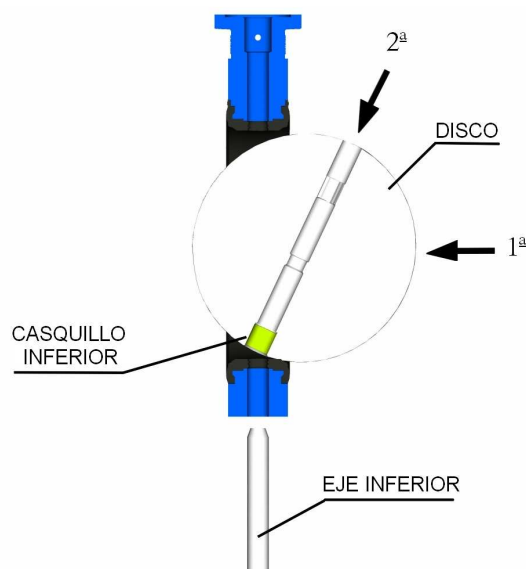

FIG.2
2.- Introducir el mandril con punta redondeada para asegurar que los pasos de ejes del anillo están confrontados con los pasos de ejes del cuerpo. Con ello tenemos la seguridad que al introducir posteriormente el eje no mordamos el anillo (Fig.2).
2.- Introducir en la parte inferior de la mariposa el casquillo inferior posteriormente colocar la mariposa en el cuerpo, haciendo coincidir los agujeros de la mariposa con los del anillo y dejarla a 90° con relación al cuerpo (Fig.2 Izquierda).
2.- Introducir la mariposa en el cuerpo, haciendo coincidir los agujeros de la mariposa con los del anillo y dejarla a 90° con relación al cuerpo (Fig.2 Izquierda).